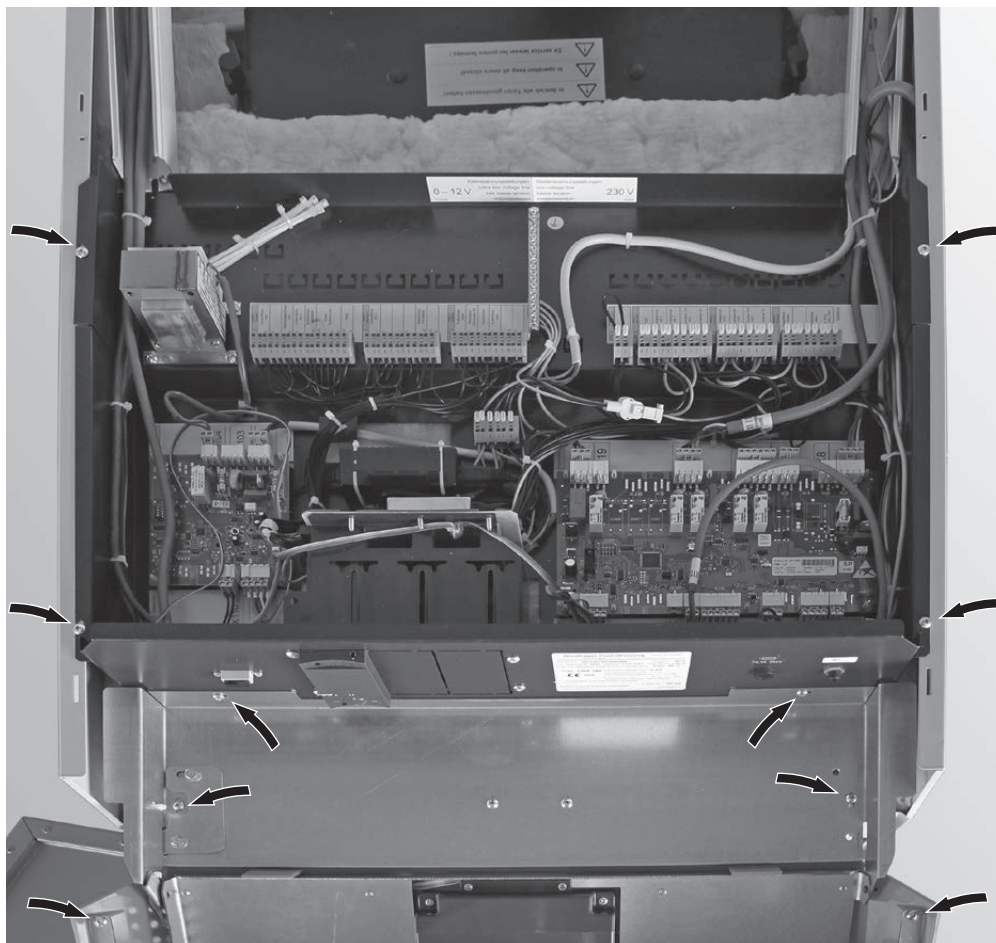

Fig. 86 Aggiustare il rivestimento, serrare tutte le viti
- ▶ Aggiustare pareti laterali, porta di contenimento e pannello di comando a livello ottico in base alla larghezza della porta di contenimento o alle dimensioni uniformi delle fessure e serrare tutte le viti – Fig. 86.